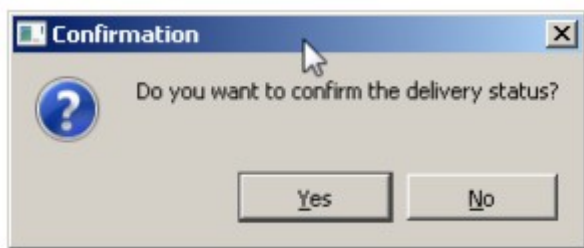

Fig. 54 Dialogue with the Show delivery statuses switch
- этот параметр управляет отображением отчета о принятии или отклонении информации о завершении чего либо. Если параметр активен, то появится диалоговое окно завершения исполненной команды в Программном Ключе, рис. 54.